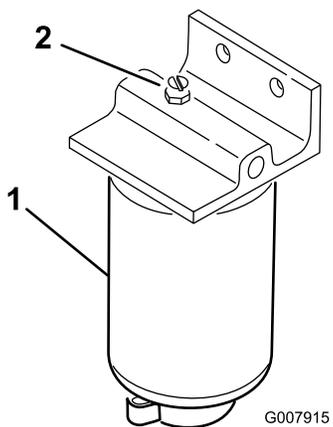

Bild 37
3. Öffnen Sie die Entlüftungsschraube am Kraftstofffilter/Wasserabscheider (Bild 37).